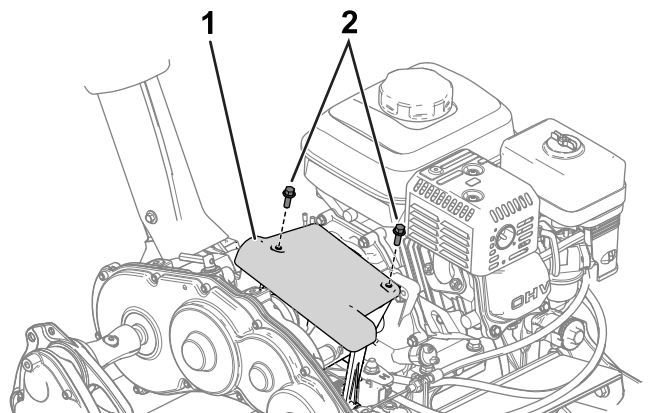

Figura 33
1. Para acceder al disco de fricción y al plato de presión, retire la tapa del embrague (Figura 33).